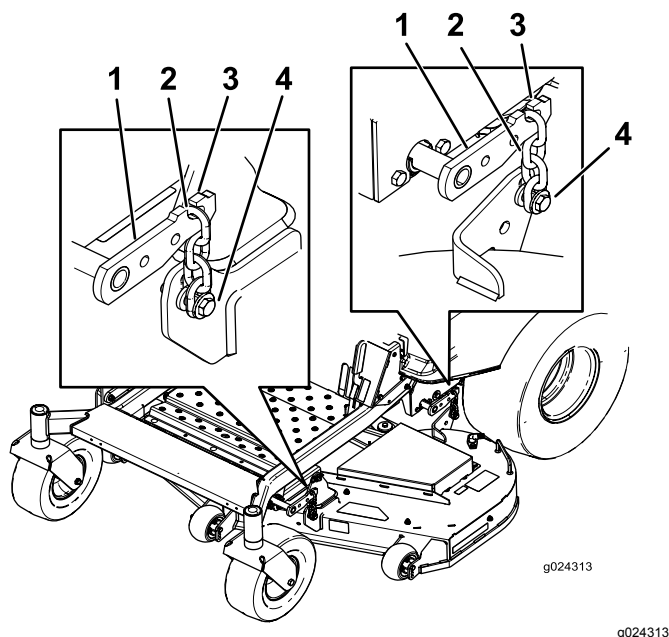

Figura 73
5. Desaperte os parafusos de ajuste nos quatro cantos de forma a que a plataforma assente de forma segura nos quatro calços (Figura 73).
6. Certifique-se de que existe tensão nas quatro correias (Figura 73).
7. Aperte os quatro parafusos de ajuste (Figura 73).